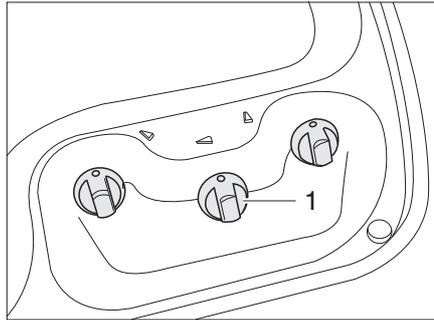
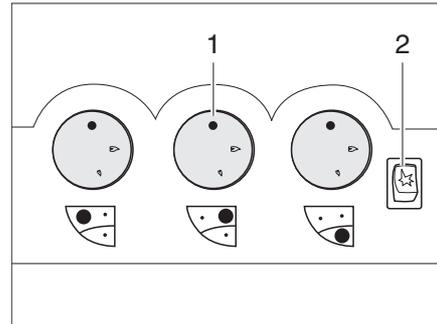

Bild 214 Bedienelemente für Gaskocher (Variante 1)
Bild 215 Bedienelemente für Gaskocher (Variante 2)
- Drehregler (Bild 214,1 oder Bild 215,1) der gewünschten Brennstelle auf Zündposition (große Flamme) drehen.
- Wenn eine Zündtaste (Bild 215,2) vorhanden ist: Funke durch Drücken der Zündtaste erzeugen.